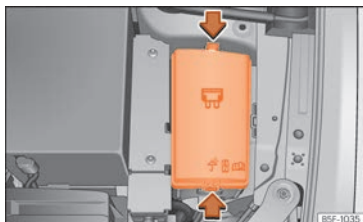

Fig. 51 No compartimento do motor: tampa da caixa de fusíveis.
- Pressione as patilhas de bloqueio para desbloquear a tampa da caixa de fusíveis » » Fig. 51.